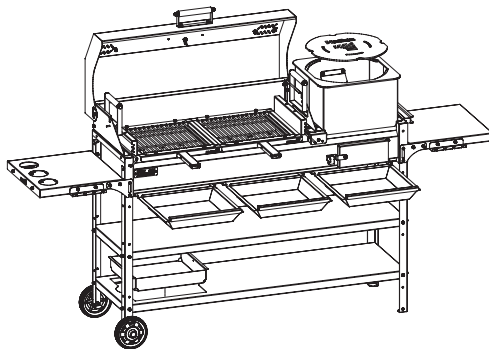

Рис. 45.
- Вставить зольники (поз. 3) под жаровню, конфорку (поз. 37) на подставку под казан, лоток (поз. 10) в отверстие на нижней полке, как показано на рис. 45.